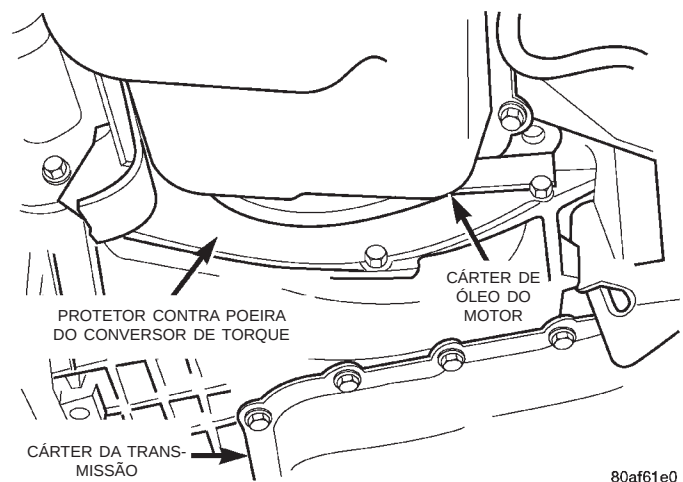

Fig. 40 Remoção do Protetor Contra Poeira do Conversor de Torque
(16) Remova os parafusos que fixam a junta flexível do escapamento ao coletor do escapamento. Desconecte o cano do escapamento do coletor.
(17) Remova o protetor contra poeira do conversor de torque para obter acesso aos parafusos do conversor de torque (Fig. 40).